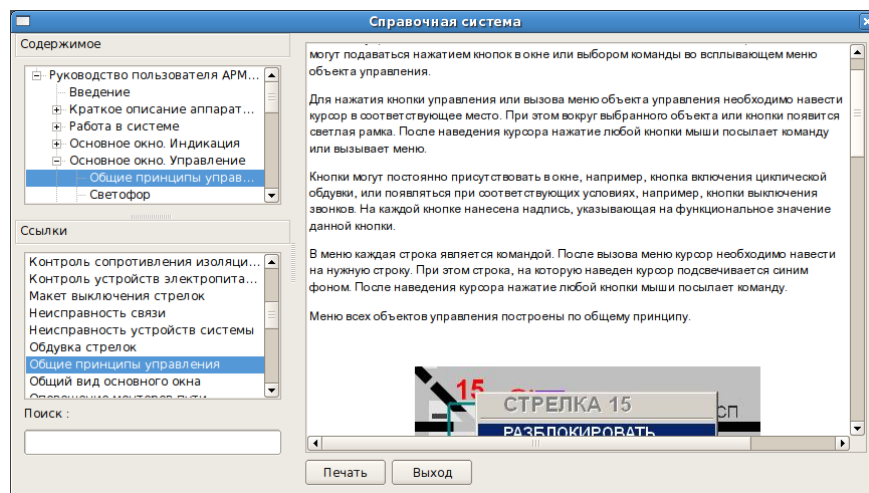

Рисунок 5.9.1
5.9.2 Окно «Справочная система» включает в себя (см. рисунок 5.9.1):